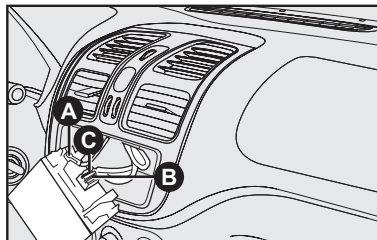

fig. 92
- cabo e plugue de alimentação elétrica para o autorrádio **C-fig. 92**.
- cabo e conector para antena de teto **A-fig. 92**.
- cabos e plugue para conexão dos alto-falantes e tweeters **B-fig. 92**.
- cabo de alimentação do autorrádio **C-fig. 92**.
- cabo para alto-falante dianteiro e traseiro **B-fig. 92**.